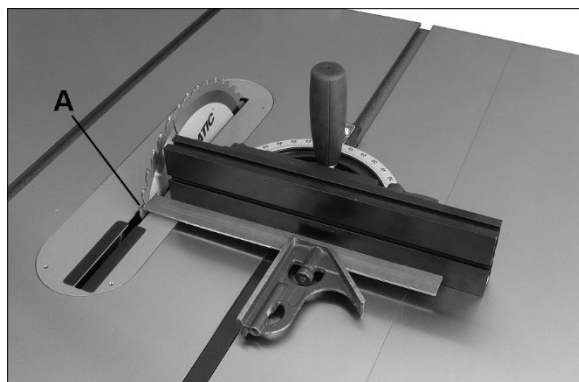

Figura 8-11
5. Gire el diente marcado (A) de modo que esté ligeramente por encima de la superficie superior de la mesa haciendo uso de la escuadra como antes para verificar que la distancia a la hoja es idéntica. Vea la Figura 8-11. Si las dos distancias no son iguales, tome nota con cuidado de la diferencia.